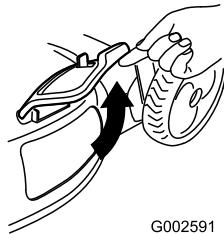

Bild 33
2. Öffnen Sie die Seitauswurftür (Bild 33).